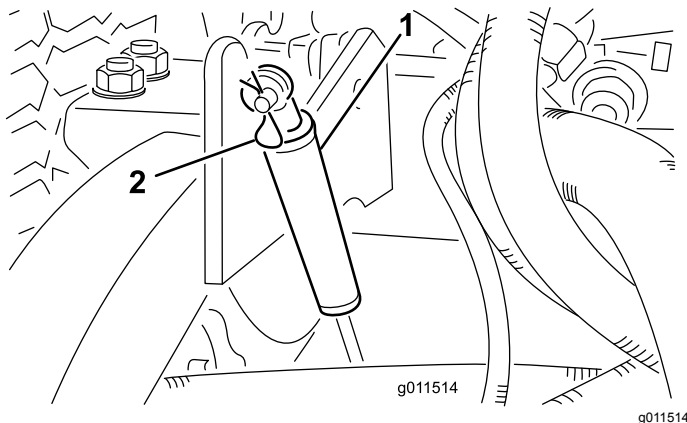

Figura 107
2. Retire el pasador de horquilla que fija los amortiguadores a los brazos de elevación (Figura 107).